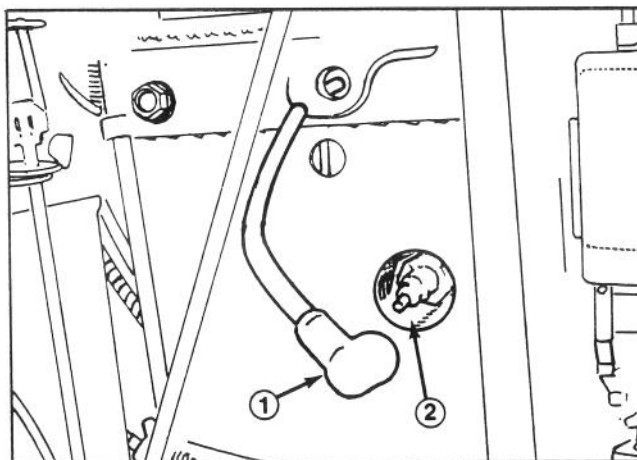

Fig. 4
Per impedire che il motore si avvii accidentalmente in sede di manutenzione, spegnete il motore, togliete la chiave di accensione e togliete il cappellotto dalla candela di accensione (Fig. 4). Accertatevi che il cappellotto non sfiori accidentalmente la candela.
2. Spegnete il motore e togliete il cappellotto della candela di accensione (Fig. 4).